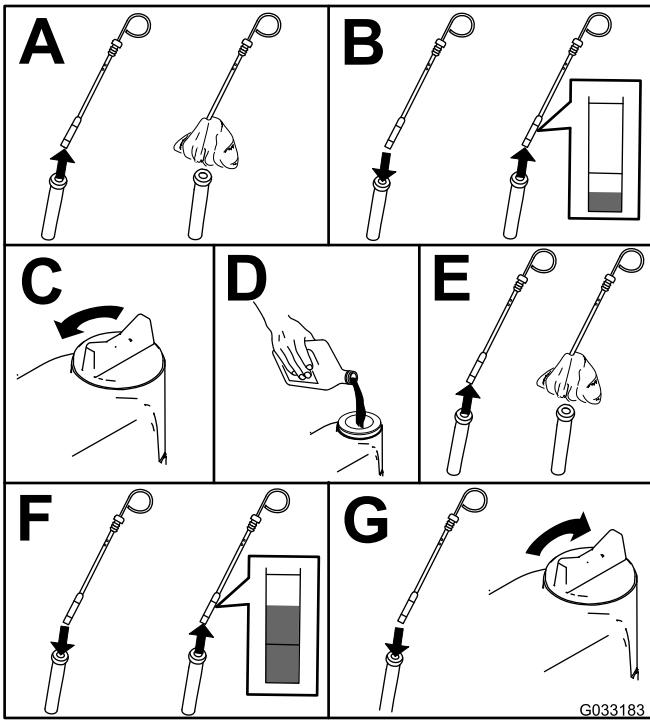

Figura 48
2. Verifique o nível de óleo do motor (Figura 48).